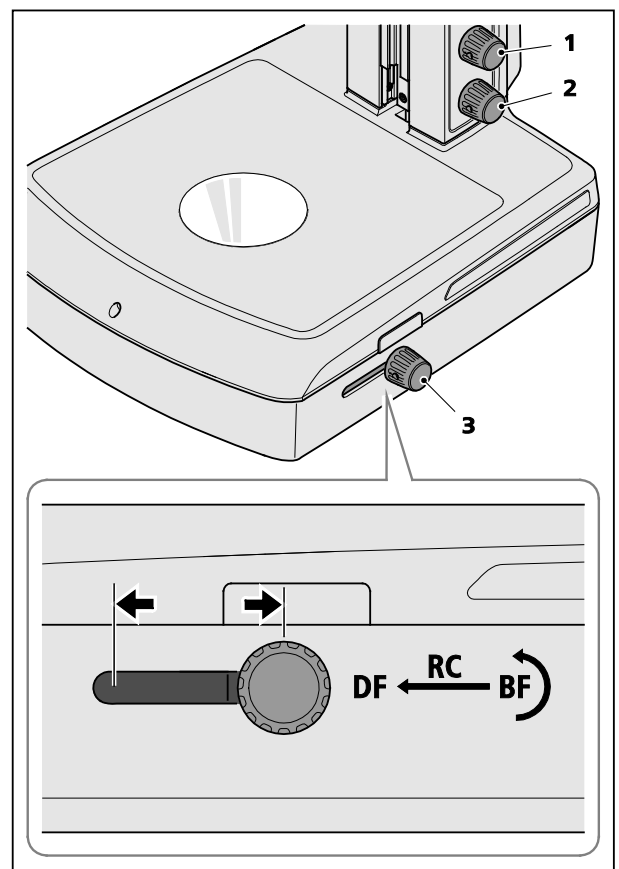

Figure 5 Utilisation de l'unité de lumière transmise
- En appuyant sur le bouton rotatif inférieur (Figure 5/2), activer l'éclairage diascopique et en le tournant, régler l'intensité de l'éclairage.
- Pour le réglage d'un éclairage diascopique à fond clair, pousser le bouton rotatif/coulissant (Figure 5/3) en position arrière (BF). Puis en tournant le bouton, modifier l'angle d'inclinaison du miroir tournant jusqu'à ce que l'objet soit éclairé en clair par le bas.
- Pour le réglage d'un éclairage diascopique à fond sombre latéral, pousser le bouton de commande (Figure 5/3) en position avant (DF).
Lorsque le bouton rotatif/coulissant (Figure 5/3) est mis en position du milieu (RC) et que le miroir est basculé plus loin, un éclairage oblique est créé. Les structures des objets non colorés apparaissent alors avec un contraste en relief.
En appuyant sur / tournant le bouton d'éclairage supérieur (Figure 5/1), une lumière réfléchie variable peut être ajoutée à la lumière transmise réglée.